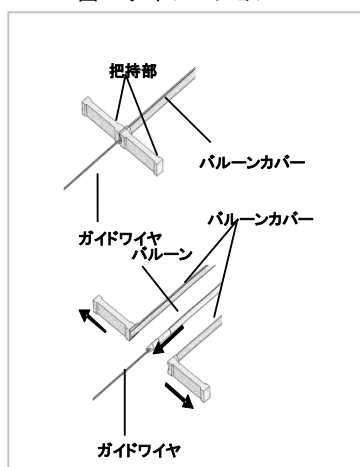
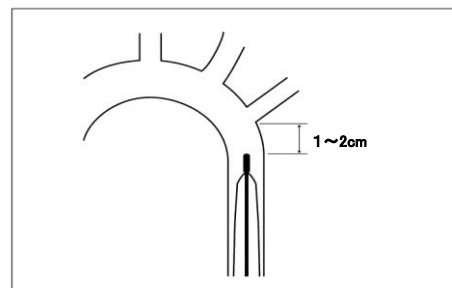
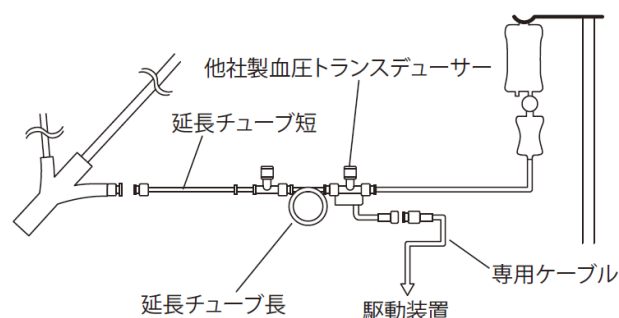

図 3. バルーンカバー
図 4. バルーン先端位置
図 5. 血圧モニタリング接続**
(12) IAB カテーテルのセントラルルーメン先端にガイドワイヤを挿入し、体内に挿入する。(図3 参照)	(12) ガイドワイヤを胸部大動脈内まで進める。IAB カテーテルのセントラルルーメン先端にガイドワイヤを挿入する。
(13) IAB カテーテル体内挿入直前に、バルーンカバーの先端把持部を持ってゆっくりと裂く。(図3 参照)	(13) IAB カテーテル体内挿入直前に、バルーンカバーの先端把持部を持ってゆっくりと裂き IAB カテーテルをシースに挿入する。(図3 参照)
(14) IAB カテーテルの挿入部に近いところをやさしくつまみながら、ガイドワイヤに沿って IAB カテーテルを進める。IAB カテーテルのキンクを防止するため、IAB カテーテルの挿入が完了するまで挿入部から 2~3cm 以内のところをつかみ短いストロークで挿入する。	(14) バルーン部がシースを通過したら、分岐部のルアーロックからガイドワイヤが出てくるまで、ガイドワイヤに沿って、IAB カテーテルを進める。IAB カテーテルのキンクを防止するため、IAB カテーテル挿入が完了するまで挿入部から 2~3cm 以内のところをつかみ短いストロークで挿入する。
(15) X 線透視下でガイドワイヤ先端とバルーン先端を確認しながら、ガイドワイヤに沿って IAB カテーテルを進めバルーンの先端を大動脈弓部の直下に位置させる。(図4 参照)
(16) 手順(17) に進む。	(16) バルーン部が全てシースから出たことを以下の要領で確認する。IAB カテーテルの深度マーカ (バルーンに一番近い巾広のマーカ、またはそれ以降のマーカ) がシース内に入っていること。
(17) IAB カテーテルの位置を決めたら、ガイドワイヤを抜去する。
(18) 三方活栓と血圧モニタリングラインを IAB カテーテルのセントラルルーメン後端に接続する。血液を約 3mL 程吸引した後、IAB カテーテルのセントラルルーメンを約 3~5mL 程の滅菌生理食塩水でフラッシュする。
(19) 標準的な持続注入機構の付いた圧力モニタリングセットと、血圧モニタリングラインを接続する。(図5 参照)